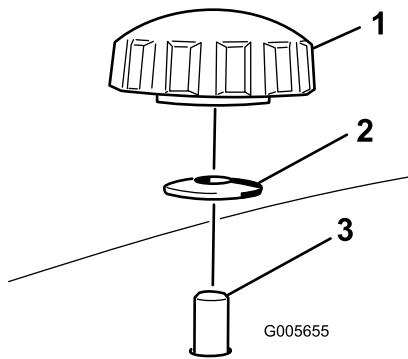
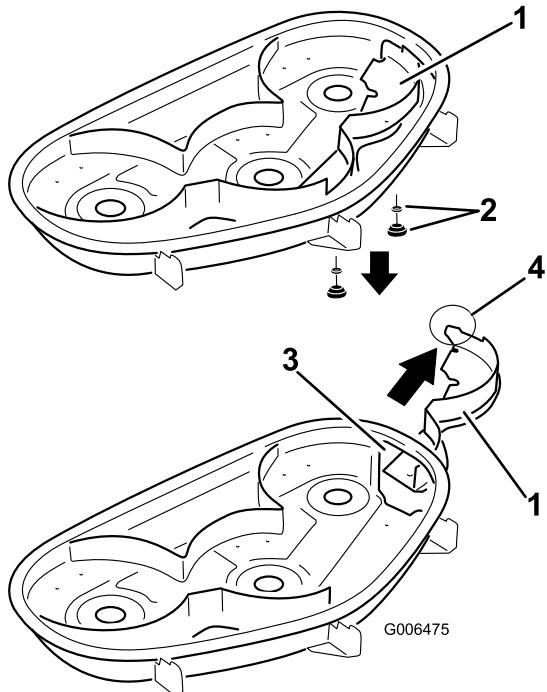

Figura 31
Figura 32
- Remova os 2 manípulos e as anilhas curvas que fixam o abafador direito ao cortador, conforme indicado em Figura 31.
- Remova o abafador direito e bixe o deflector de relva por cima da abertura de descarga conforme indicado em Figura 32 e Figura 31.
4. Faça deslizar o abafador direito para a plataforma do cortador e fixe-o utilizando 2 manípulos e anilhas curvas (lado oval virado para o cortador) conforme indicado em Figura 31 e Figura 32.